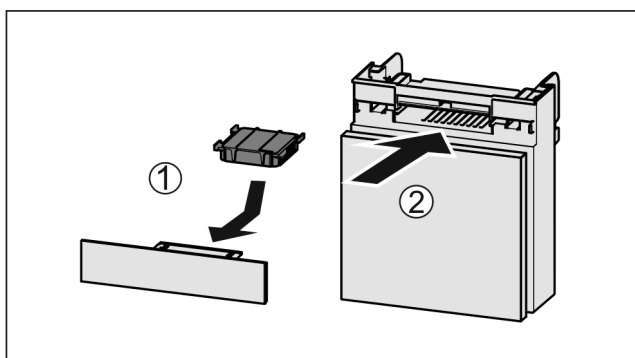

Fig. 147
- ▶ Filtr s aktivním uhlím vložte podle vyobrazení Fig. 147 (1).
- ▶ Zásuvku zasuněte Fig. 147 (2).